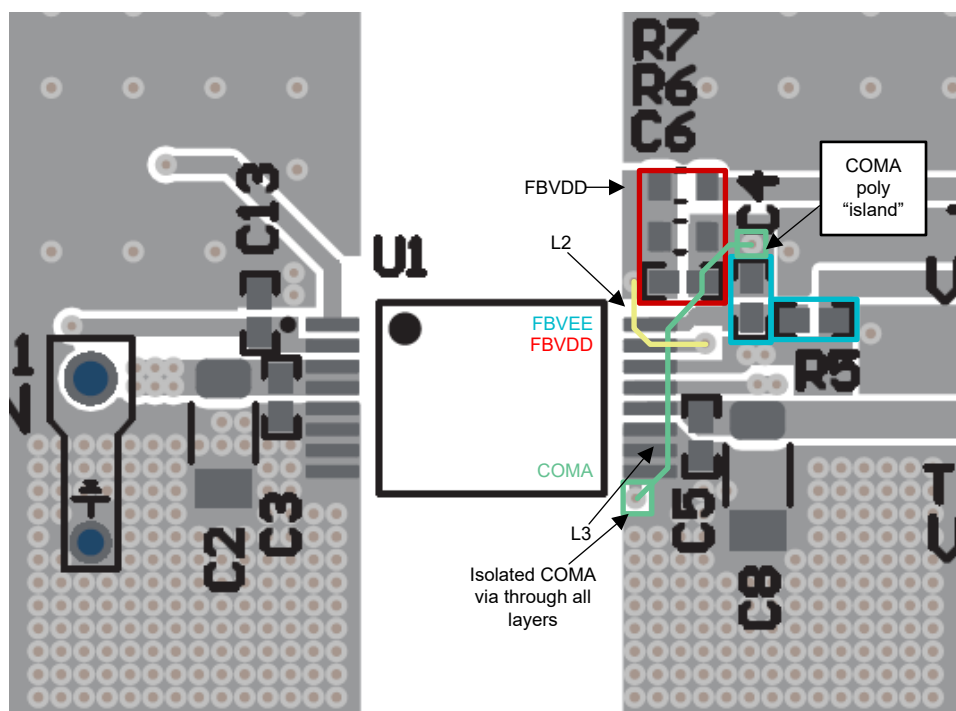

图 3-9. FBVDD (R6-7、C6)、FBVEE (R5、C4)、COMA 布线
- f. 图 3-9 显示了布局示例, 其中 L2 (黄色) 布线在第 2 层, L3 (绿色) 布线在第 3 层。